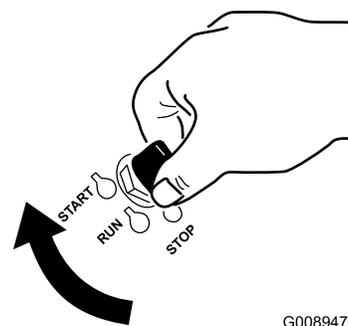

Figure 11
1. Tournez la clé de contact à la position Démarrage (Figure 11). Relâchez la clé quand le moteur démarre.
7. Tournez la clé de contact à la position Démarrage (Figure 11). Relâchez la clé quand le moteur démarre.